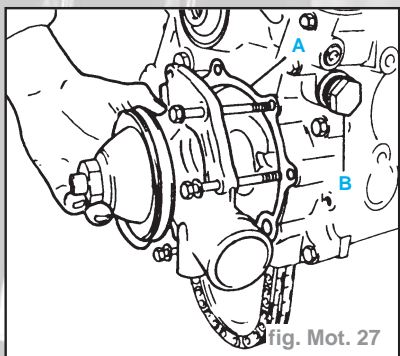

fig. Mot. 27
- Reposer la pompe à eau avec bague d'étanchéité neuve (A) (fig. Mot. 27). Serrer les vis au couple de **1,5 daN.m**.